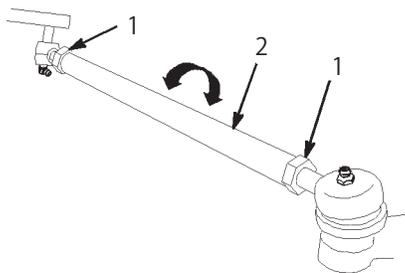

図49
5. 前後の測定値の差が所定範囲にない場合、タイロッド両端のジャム・ナットを外して調整を行う (図49)。